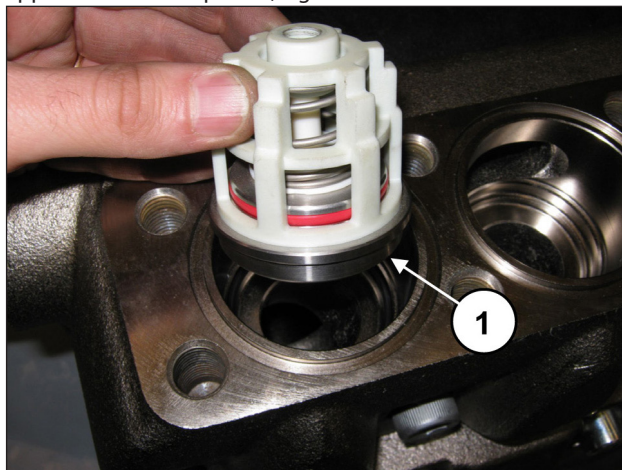

Fig. 162
Insert the outlet valve unit (pos. ①, Fig. 162).